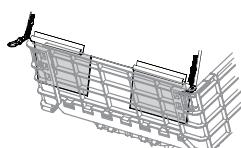

Figure 14
- IMPORTANT :** Les rabats de plastique, à l'arrière du sac, doivent être rentrés à l'intérieur de la remorque, comme illustré à la Figure 14.